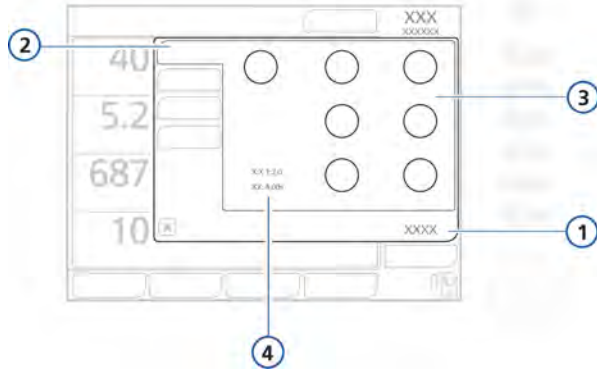

Figura 4-5. Ajustes básicos, ventana Controles
- Además de los ajustes de control, la ventana Básico muestra los parámetros de temporización de la respiración determinados en los ajustes de control de temporización, consulte la figura 4-5.
1. Abra la ventana **Controles** -> **Básico** (figura 4-5).
Al seleccionar un modo distinto, se abre automáticamente la ventana **Básico** (figura 4-5), donde aparecerá el nombre del nuevo modo y los ajustes de los parámetros correspondientes. Revise y confirme los ajustes propuestos ya que, de lo contrario, no se aceptará el cambio de modo.